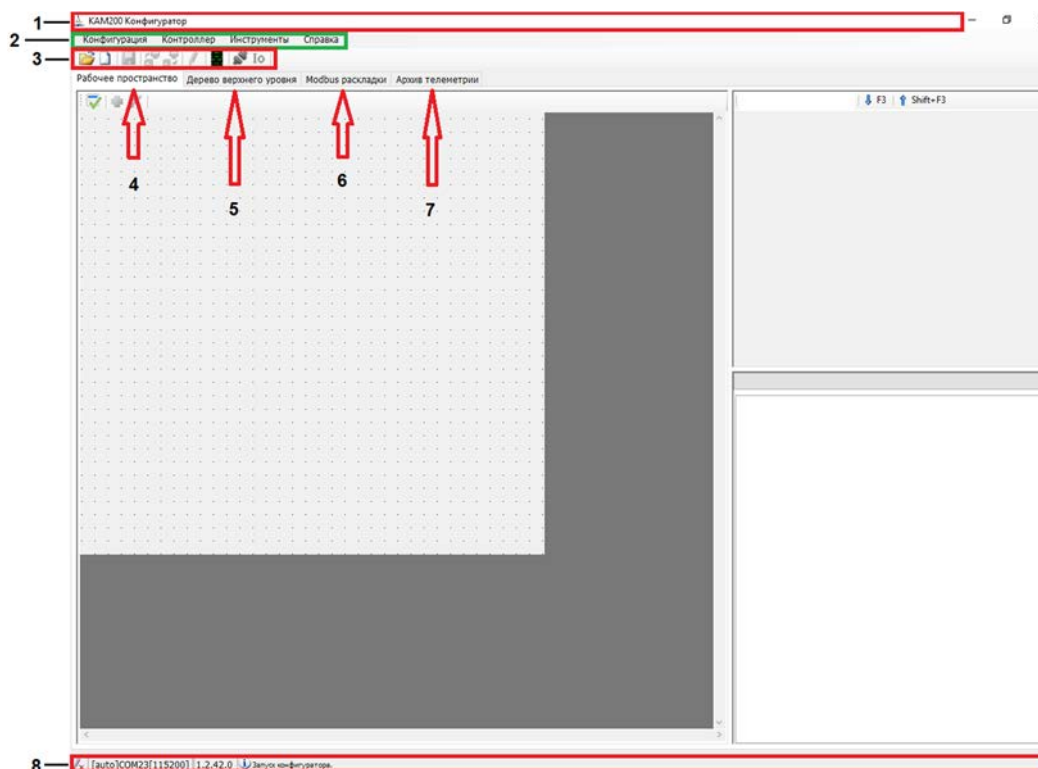

Рисунок 24 – Главное окно Конфигуратора
- главного окна (см. рисунок 24);